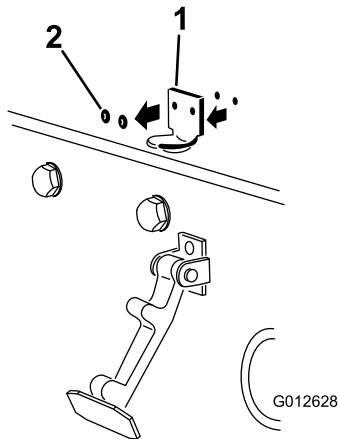

Bild 17
2. Entfernen Sie die Nieten (2), mit denen die Halterung des Motorhaubenriegels an der Motorhaube befestigt ist (Bild 17). Nehmen Sie die Halterung des Motorhaubenriegels von der Motorhaube ab.